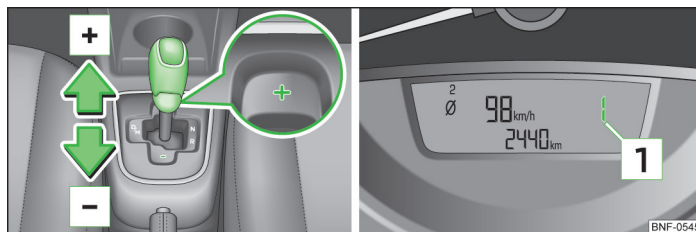

Fig. 73 Gearvælger: manuelt gearskift / Kombiinstrument: valgt gear
- Tryk gearvælgeren mod venstre til den fjedrede position, og vælg position **M**. Den valgte gearvælgerposition » Fig. 73 vises i kombiinstrumentets display.
- Bevæg gearvælgeren fremad mod » Fig. 73 .
- Bevæg gearvælgeren bagud mod » Fig. 73 .